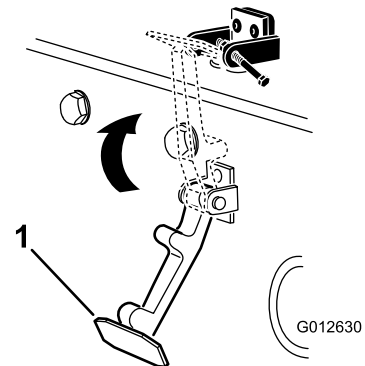

**Bild 6**
6. Nieten Sie die Halterungen und Scheiben an die Haube (**Bild 6**).